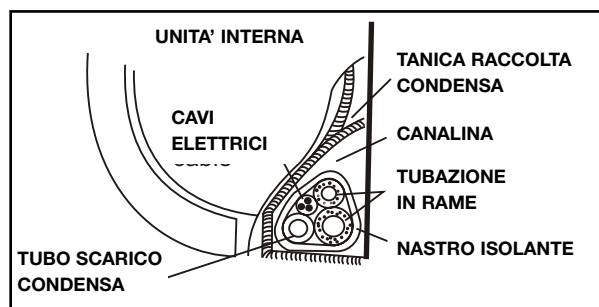

fig.8
5. Avvolgere con nastro isolante tra loro le tubazioni in rame, i cavi elettrici ed il tubo di scarico della condensa, avendo cura di mantenere quest'ultimo il più in basso possibile per facilitare il deflusso dell'acqua. La condensa si raccoglie nell'unità, funzionante in modalità raffreddamento, all'interno di una tanica, da cui si diparte il tubo di scarico. Prestare attenzione a che tale tanica sia vuota e non contenga materiali di scarto (fig. 8).